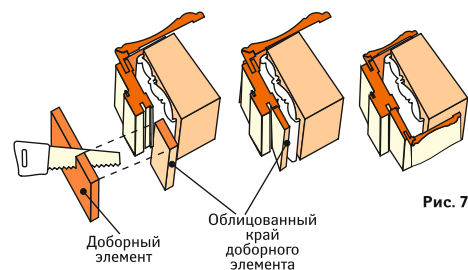

Рис. 7
• Обрежьте доборную планку под размер расстояния с учетом четверти (паза) при помощи ножовки или электролобзика (рис. 7).
• Вставляйте доборный элемент в четверть так, чтобы облицованный край добора примыкал к наличнику, а необлицованный – к дверной коробке и запеньте в нескольких точках (рис.7).